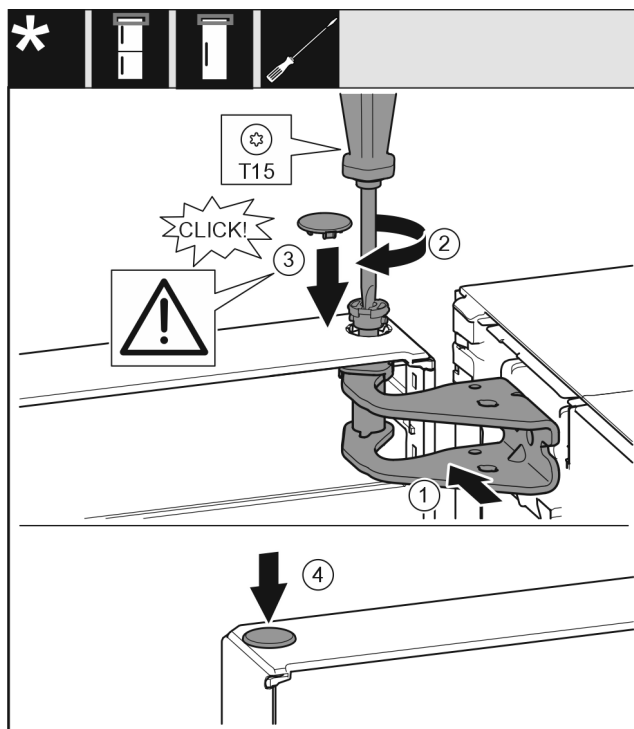

Fig. 21
- Poravnajte gornja vrata prema otvoru u podlošku ležaja Fig. 21 (1).
- Umetnite svornjak Fig. 21 (2) i pritegnite ga odvijačem.
- Postavite poklopac Fig. 21 (3).
- Provjerite da poklopac Fig. 21 (3) naliježe na vrata.
- Postavite poklopac Fig. 21 (4).